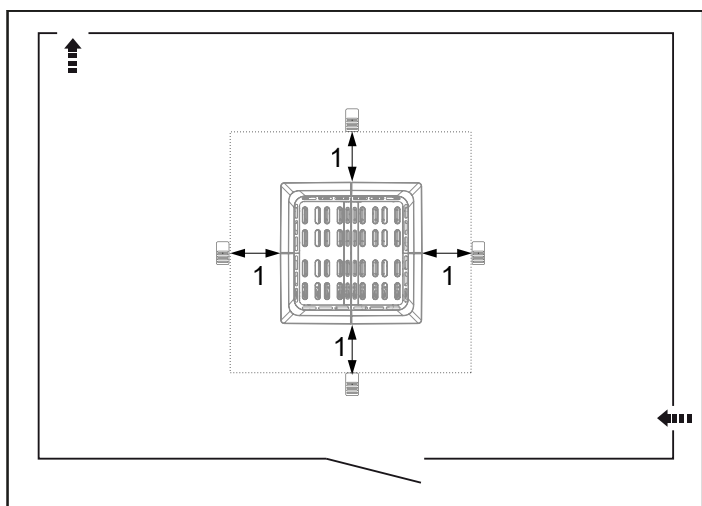

Fig 4: Takmontering av sensorn
- Planera sensorns placering (se Fig 3 samt Fig 4).
Vid placering i mitten tänk på in och utluft för att få en jämn värme-spridning. Sensorn placeras i taket med avstånd från aggregatet enligt Fig 4.